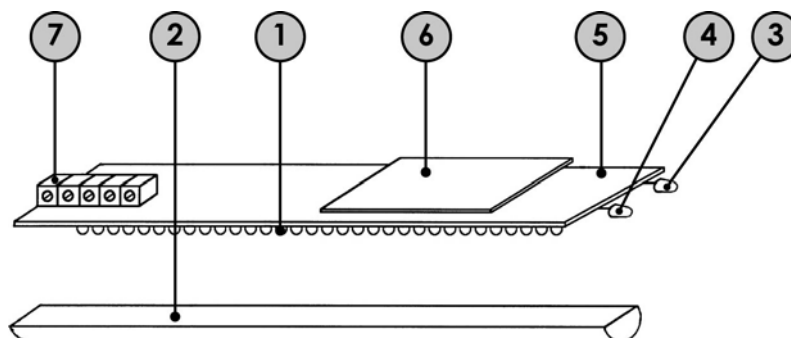

Fig. 3
- Array linéaires de photodiodes avec émission de lumière infrarouge sur toute la largeur du film à inspecter (Fig. 3 – Réf. 1)
- Lentille optique de focalisation (Fig. 3 – Réf. 2)
- 2 voyants lumineux [un voyant VERT (Fig. 3 – Réf. 3) et un voyant ROUGE (Fig. 3 – Réf. 4)], situés sur le côté du dispositif d'éclairage, qui identifient la condition de fonctionnement (NORMALE ou ANORMALE)
- Circuit PWM pour le pilotage des diodes (Fig. 3 – Réf. 5)
- Circuit d'alarme pour diode en court-circuit ou diode ouverte sur l'array (Fig. 3 – Réf. 6)
- Bornier d'alimentation (Fig. 3 – Réf. 7)